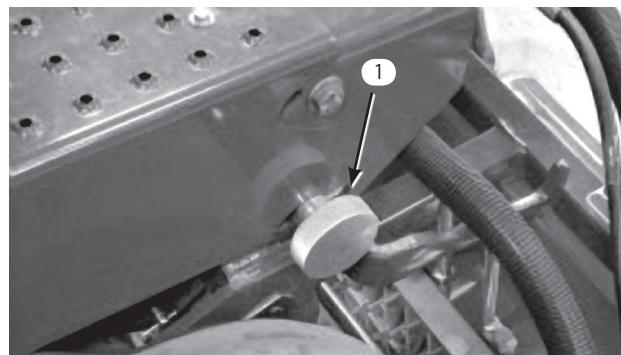

図5
3. ハンドルアームの固定ノブ(図5)を止めているピンを抜き、ノブを取り外す。